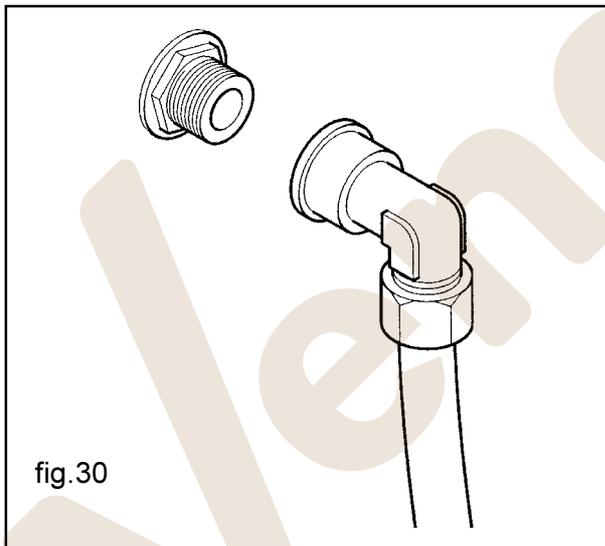

fig.30
- la conexión prevista es de 3/8 gas (fig. 30).